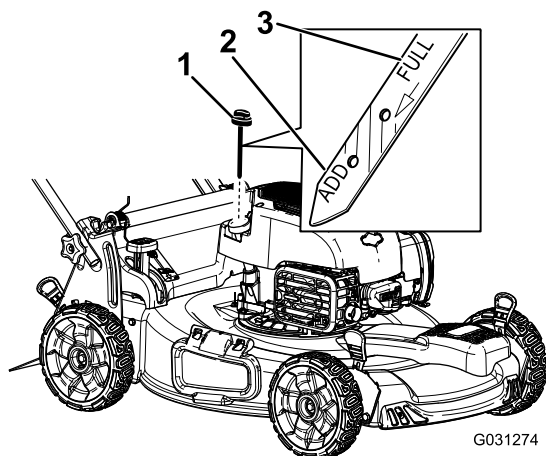

Figure 13
3. Retirez la jauge, essuyez-la sur un chiffon et remettez-la dans le goulot de remplissage (Figure 13).
4. Ressortez la jauge et contrôlez le niveau d'huile (Figure 13). Si le niveau n'atteint pas le repère **minimum** (Add) de la jauge, versez lentement suffisamment d'huile dans le goulot de remplissage pour faire monter le niveau au repère **maximum** (Full). **Ne remplissez pas excessivement.**